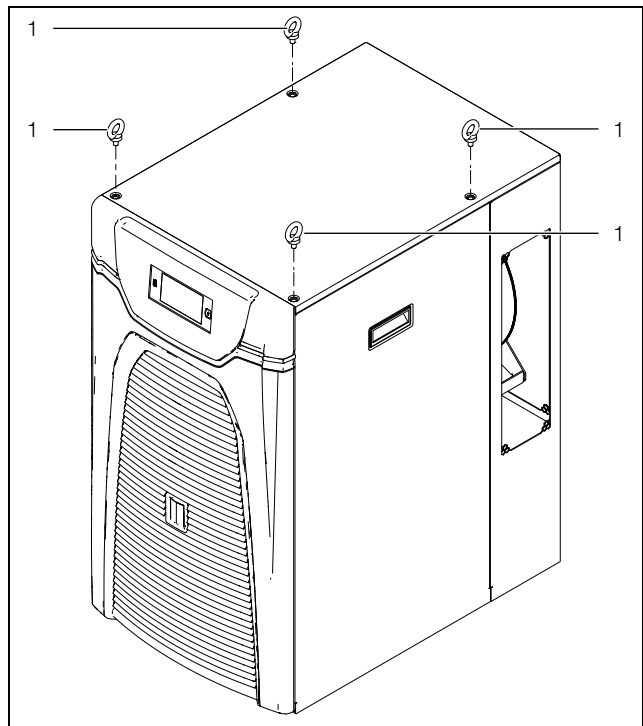

Fig. 27 : anneau de transport (3319100 et 3320200)
- Transporter le refroidisseur d'eau uniquement sur la palette livrée ou à l'aide des anneaux de transport prévus à cet effet (fig. 27, pos. 1).